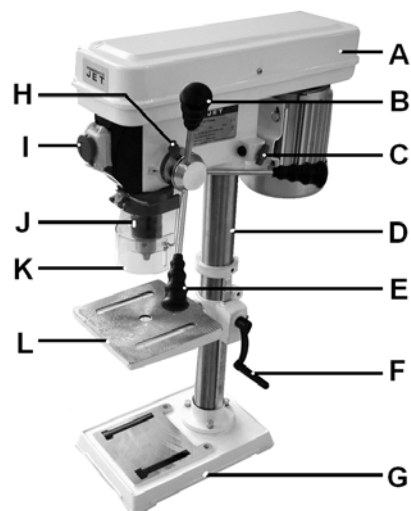

Рис. 1
Установите стойку (D, Рис. 1) на цоколь станка (G).
Наденьте патрон (J, Рис. 1) на конус шпинделя.
Открутите крепление площадки мотора (С, Рис. 1).
Поверните установочное кольцо до упора и закрепите крепёжный винт (Н, Рис. 1).